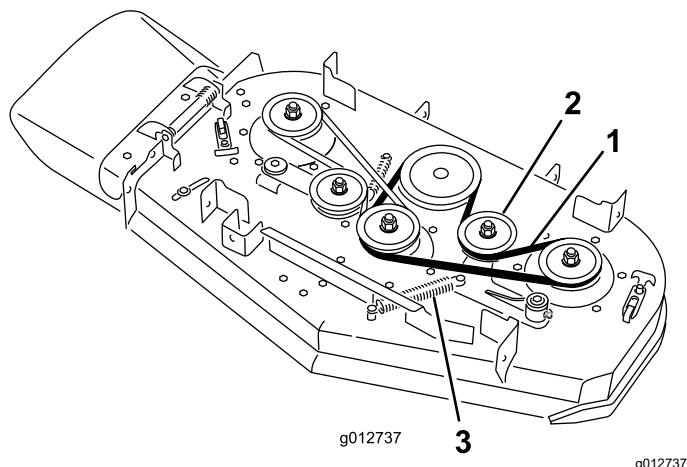

Bild 65
- A. Entfernen Sie die Feder vom Ankerpfosten am Spannscheibenarm (Bild 65).
- B. Nehmen Sie den verschlissenen Mähwerkriemen ab (Bild 65).
- C. Verlegen Sie einen neuen Mähwerkriemen um die Riemenscheiben des Mähwerks, die Kupplungsscheibe und die Spannscheibe (Bild 65).